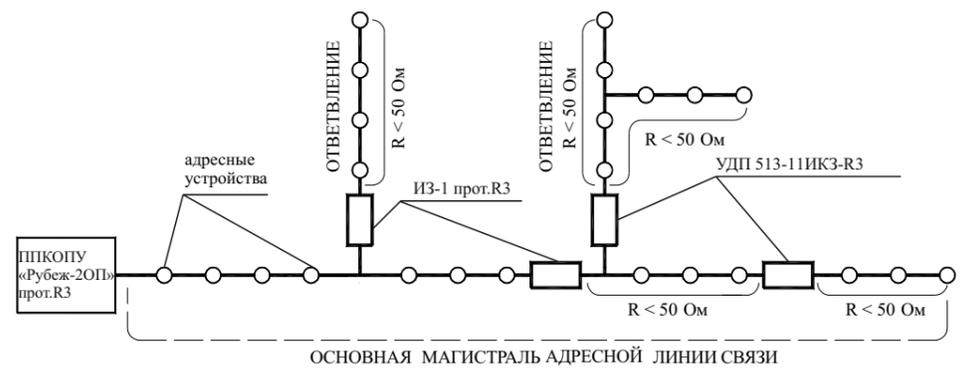

Рисунок 2
- разрывать радиальную АЛС (рисунок 2) в месте установки УДП, ближайшего к точке КЗ. Это локализует сегмент АЛС после УДП и оставляет работоспособным сегмент АЛС между прибором и сработавшим изолятором в УДП;